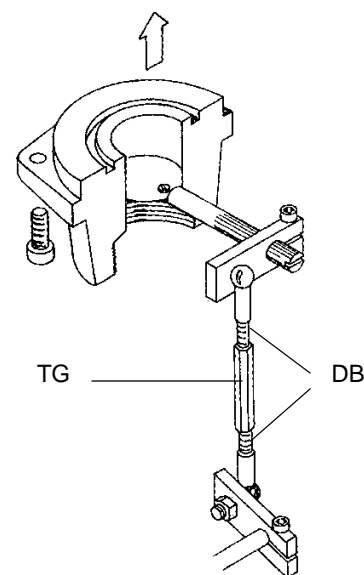

Рис. 38
- 4 Для изменения расхода газа расслабьте гайки DB (Рис. 38) и отрегулируйте угол открытия дроссельного клапана, поворачивая болт TG (вращение по часовой стрелке увеличивает расход газа, против часовой стрелки - уменьшает). Прорезь на торце оси дроссельного клапана показывает угол открытия по отношению к горизонтальной оси. (Рис. 39).